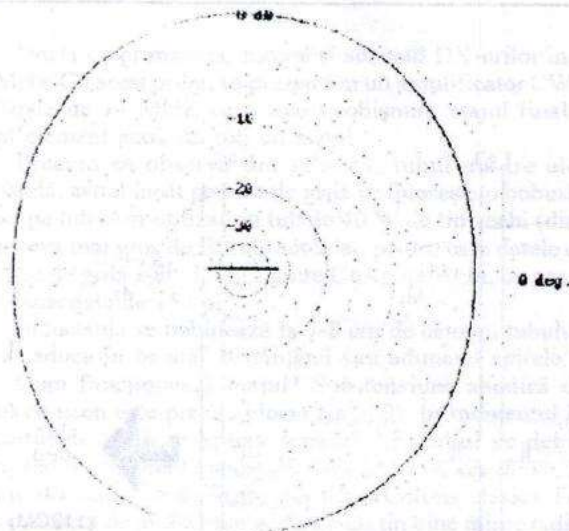

Fig. 3. Azimuth plot (bird's view) WFL Antenna at 21 MHz
Fig.3. (A) – Caracteristica tensiune-curent a diodei Zener. Curentul care circulă de la anodă la catodă se consideră pozitiv sau direct, iar tensiunea dintre anodă și catodă este pozitivă (B) – un circuit obișnuit care realizează funcția de referință de tensiune cu o dioda Zener.
La frecvențe puțin mai ridicate, dimensiunile exterioare ale antenei sunt mai puțin mici în comparație cu lungimile de undă, și diagrama de radiație/recepție devine mai mult sau mai puțin ovală (vezi Fig. 3), dar încă menține o respectabilă caracteristică omnidirecțională, în comparație cu un dipol, sau cu antena cu trapuri W3DZZ. Se recomandă ca antena să fie